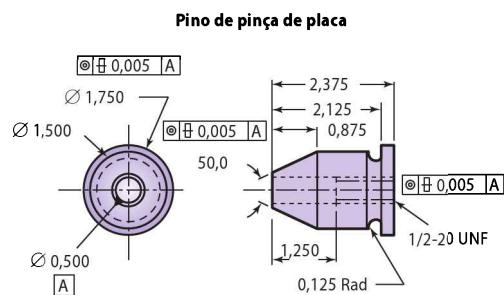

Figura 1-60 Problema sobre torneamento.
14. Na Figura 1-60, onde o PZP deve ser colocado para tornejar este pino de pinça de placa? Em qual orientação ela deveria ser usinada? Explique.
18. O segundo ponto geométrico para a Figura 1-60 era o diâmetro na posição $X0.6840$, $Z0.0000$. Ela não está no desenho. Como ela foi calculada?